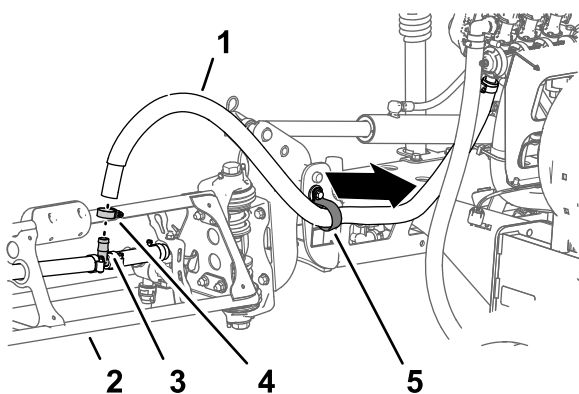

Figure 33
2. Débranchez le flexible du raccord en T (Figure 33).
3. Sortez l'extrémité libre du flexible du collier en R (Figure 33).
1. Sur la section de pulvérisation extérieure, retirez le collier qui fixe le flexible de section au raccord en T cannelé (Figure 33).